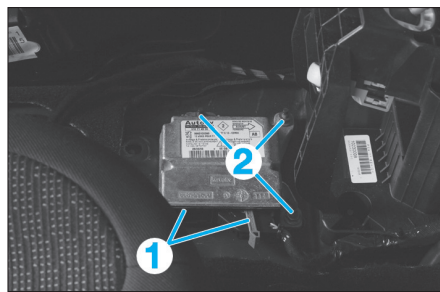

Fig. 14
- Débrancher les connecteurs (1) (Fig.14).
- les écrous de fixation du calculateur (2),